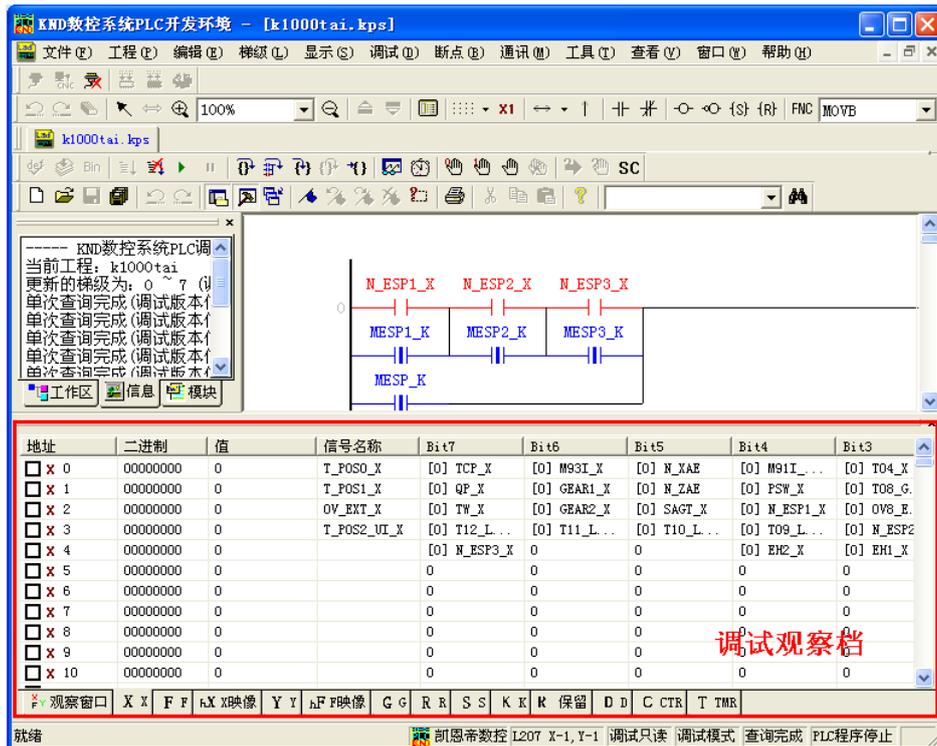

图 5.5 调试状态界面示例
- 方式三：使用组合键 Ctrl+F5，可进入调试状态。如图 5.5 所示。